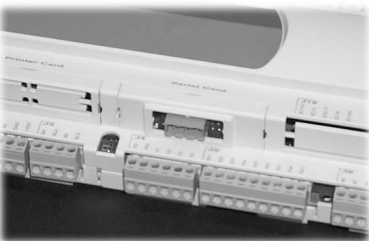

Fig. 4
4. Richiudere lo sportellino facendo combaciare il connettore della scheda seriale con il foro eseguito sullo sportellino (vedi Fig. 4).
4. Close the hatch, lining up the connector on the serial board with the hole made in the hatch (see Fig. 4).